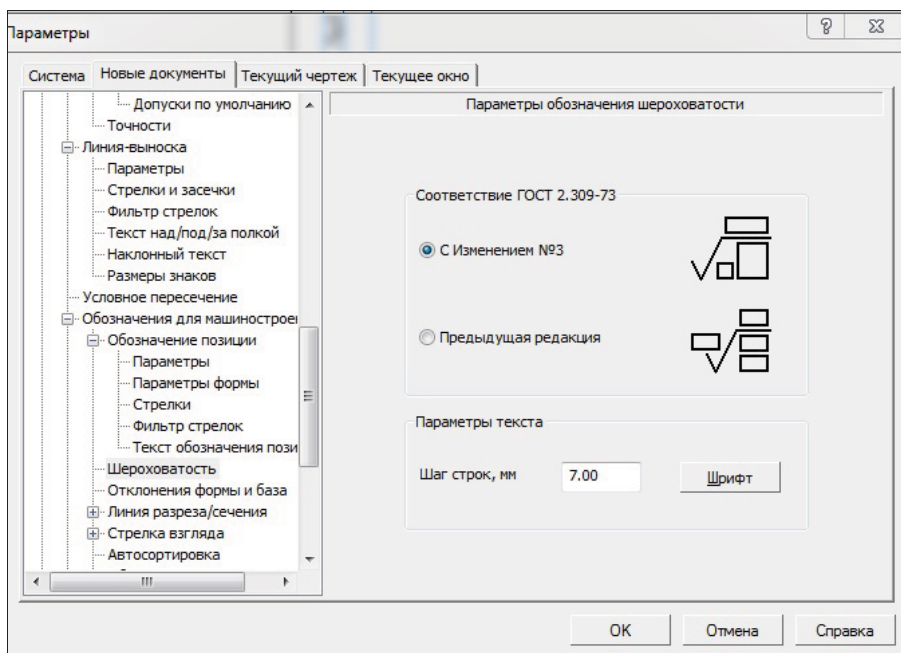

Рис. 17.28. Диалоговое окно **Параметры** с открытой панелью **Шероховатость**
- ◆ щелкните по пункту **Шероховатость** — в правой части откроется панель **Параметры обозначения шероховатости** (рис. 17.28). На этой панели установлен пункт **С изменением №3**. На сегодняшний день данное обозначение соответствует ГОСТ 2.309–73. Вы можете изменить шаг строк и шрифт на прямой;